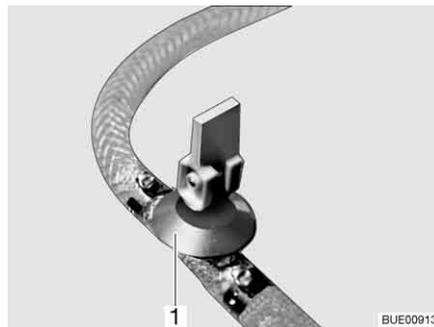

Bild 197 Ablasshahn
- Ablasshahn/Ablasshähne schließen. Dazu den Kipphebel (Bild 197,1) waagrecht stellen.
- Ablasshahn/Ablasshähne (Bild 197) öffnen. Dazu den Kipphebel (Bild 197,1) senkrecht stellen. Der Boiler wird nach außen entleert.